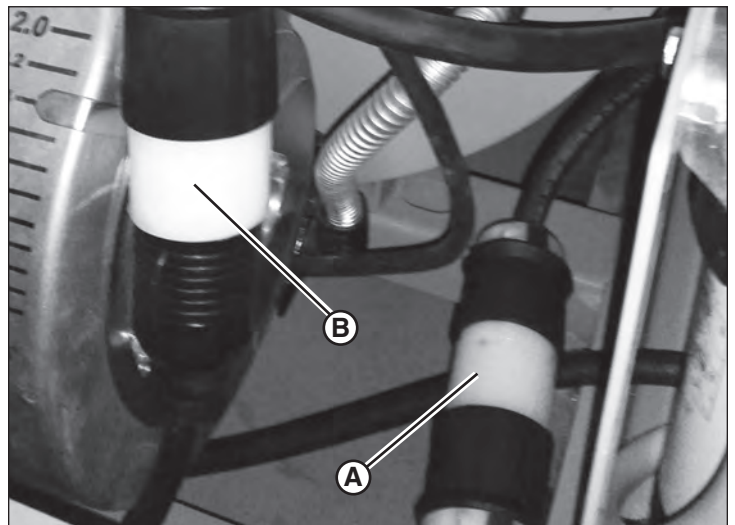

Figura 21
3. Ubique la conexión eléctrica cerca del piso del compartimiento de acceso de control del calentador (A, Figura 21). Desconecte la conexión.